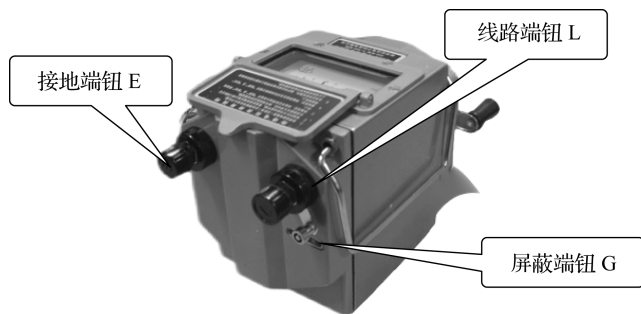

图 1-36 摇表的三个接线柱端钮
(1)摇表有三个接线柱端钮,分别标有 L(线路)、E(接地)和 G(屏蔽),如图 1-36 所示。当测量电力设备对地的绝缘电阻时,应将 L 接到被测设备上,E 可靠接地即可。